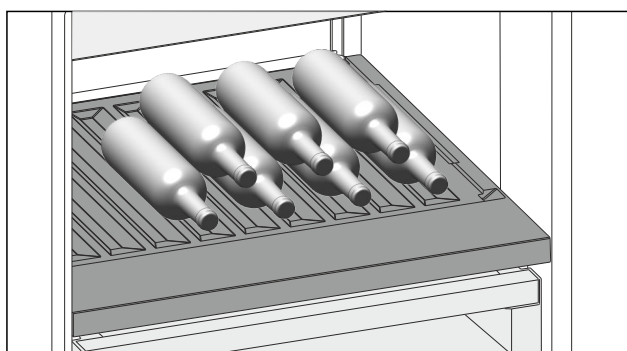

Fig. 118
- Поставяйте бутилките с дъното назад към задната стена. (виж Fig. 118)